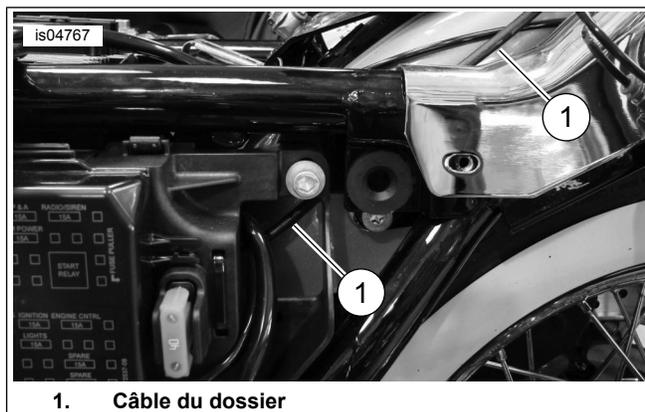

Figure 10. Acheminement du câble du dossier
15. Voir Figure 10. Acheminer le câble (1) entre le compartiment de la batterie et le boîtier électrique ou porte-fusibles. Il peut être nécessaire de dégager le boîtier électrique pour ajuster le câble entre le cadre et la boîtier électrique. Acheminer ensuite le câble (1) vers le haut depuis l'arrière du boîtier électrique en le faisant passer entre le cadre et le garde-boue arrière, puis enfin en remontant sur le haut du garde-boue arrière jusqu'au support du dossier.
16. Voir Figure 10. Achever le passage du câble (1) entre le compartiment de la batterie et le boîtier électrique/porte-fusibles. Il peut être nécessaire de dégager le boîtier électrique pour ajuster le câble entre le cadre et la boîtier électrique. Acheminer ensuite le câble (1) vers le haut depuis l'arrière du boîtier électrique en le faisant passer entre le cadre et le garde-boue arrière, puis enfin en remontant sur le haut du garde-boue arrière jusqu'au support du dossier.